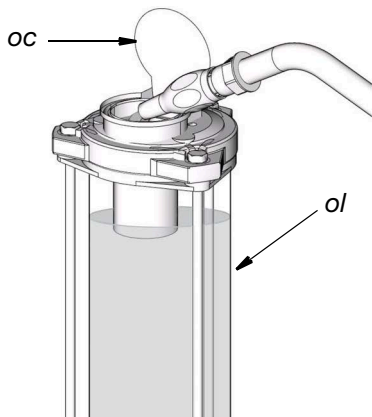

FIG. 5
2. Añada aceite lentamente (*o/l*) hasta llenar el depósito (FIG. 5). Procure no llenar el depósito demasiado deprisa para evitar rebosar su capacidad.
3. Cierre la tapa de llenado del aceite (*oc*) para evitar que se contamine o se derrame (FIG. 5).